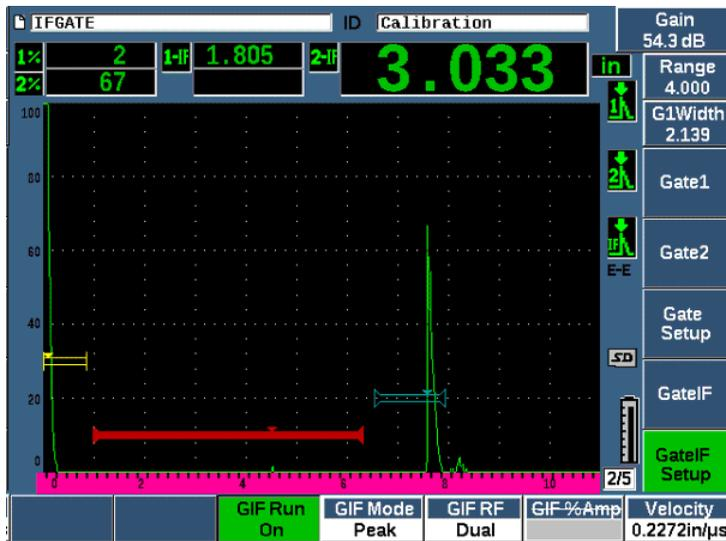

Рис. 11-34 Настройка режима интерфейсного строба
3. С помощью ручки регулятора или курсорных клавиш установите параметр на **On** (см. Рис. 11-34 на стр 290).